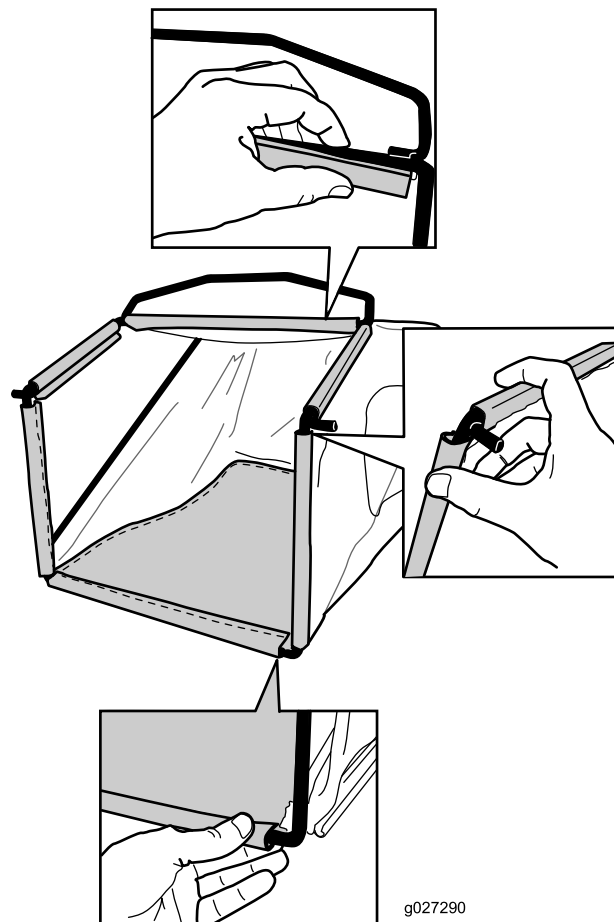

Figura 8
2. Agganciate il canale inferiore del cestello sul fondo del telaio (Figura 8).
3. Agganciate i canali superiore e laterali del cestello rispettivamente sulla parte superiore e quelle laterali del telaio (Figura 8).